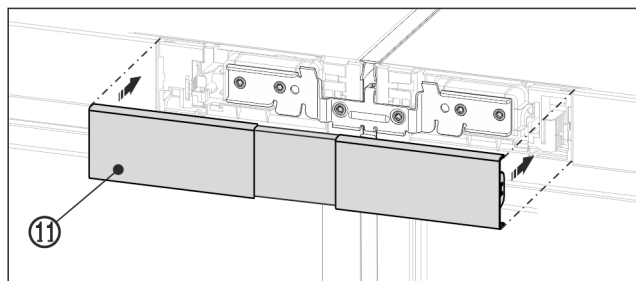

Fig. 24 Zobrazení příkladu
- ▶ Horní kryt Fig. 24 (11) zatlačte do západek ještě otevřeného prostoru mezi oběma ovládacími panely. Dbejte na to, aby vnější strany krytu lícovaly s krytkami ovládacích panelů.